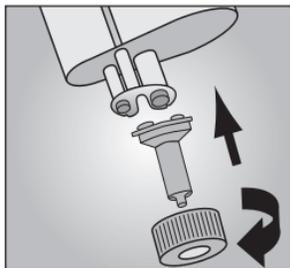

fig. 2
3. Fixer l'embout mélangeur dynamique jaune à l'extrémité de la cartouche. Fixer l'embout mélangeur en appliquant et en tournant l'anneau rotatif jaune dans le sens horaire (fig. 2). Remarque : pour obtenir des résultats optimaux, utiliser exclusivement les embouts mélangeurs dynamiques de DenMat.